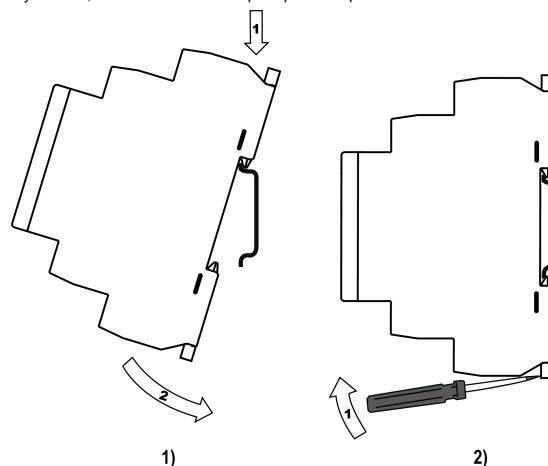

Рисунок 3 – Монтаж и демонтаж прибора
3. С фиксацией придавить к DIN-рейке в направлении, показанном стрелкой, до фиксации защелки (см. рисунок 3).
Для демонтажа прибора следует (см. рисунок 3):